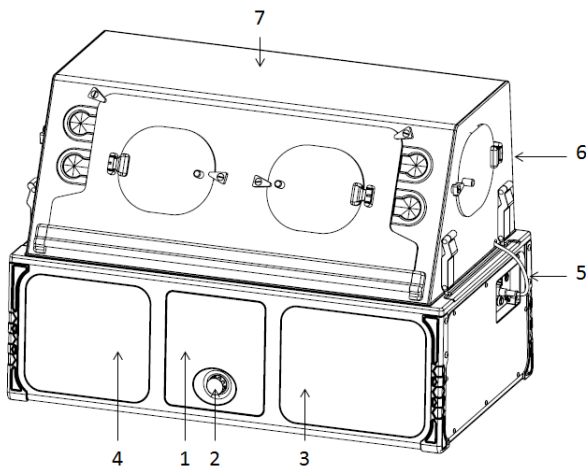

Figure 3-1 Vue avant ISO
2. Lorsque la couveuse transportable est branchée sur une alimentation en courant alternatif, appuyez sur la molette (**Figure 3-1**, point 2) pour mettre la couveuse transportable en marche. La couveuse transportable effectue un auto-test à la mise sous tension et teste l'alarme sonore. Assurez-vous que la barre de progression de l'autotest de mise sous tension est affichée et que l'alarme sonore est audible. Vérifiez que l'icône d'alimentation en courant alternatif et l'icône d'alimentation par batterie sont affichées dans le coin supérieur gauche après la fin du test.